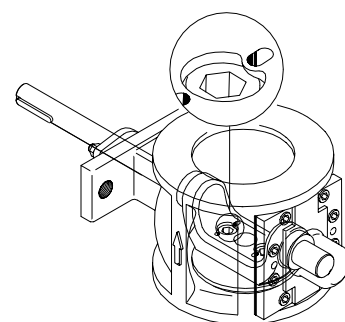

Fig.6-13.2 Markeringar på bygelns baksida.
Lås skruvarna genom att med en körnare kraga över material från bygelns baksida. Detta görs lämpligast genom att slå i redan befintliga markeringar (→ Fig.6-13.2).
5. Montera kulsegmentet (→ Fig.6-23/7) med de två skruvarna. Dra skruvarna växelvis. Lås skruvarna genom att med en körnare kraga över material på bygelns baksida. Detta görs lämpligast genom att slå i redan befintliga markeringar (→ Fig.6-13.2).